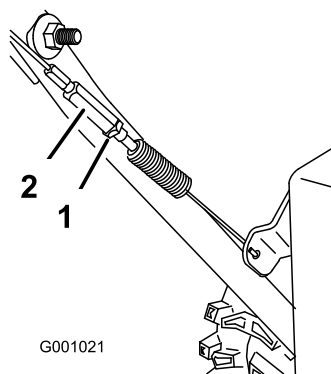

Figure 38
3. Resserrez l'écrou de blocage (Figure 38).